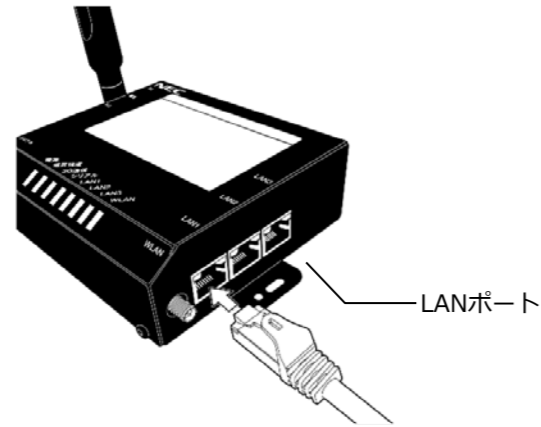

図4 モバイルパック3GルータへのLANケーブルの接続
- (1) モバイルパックのプラボックスと出力制御ユニットの収納ボックスを繋いでいる配線管に、LANケーブルを通す。
- (2) モバイルパックの3Gルータ側面のLANポートにLANケーブルを接続する。(図4)